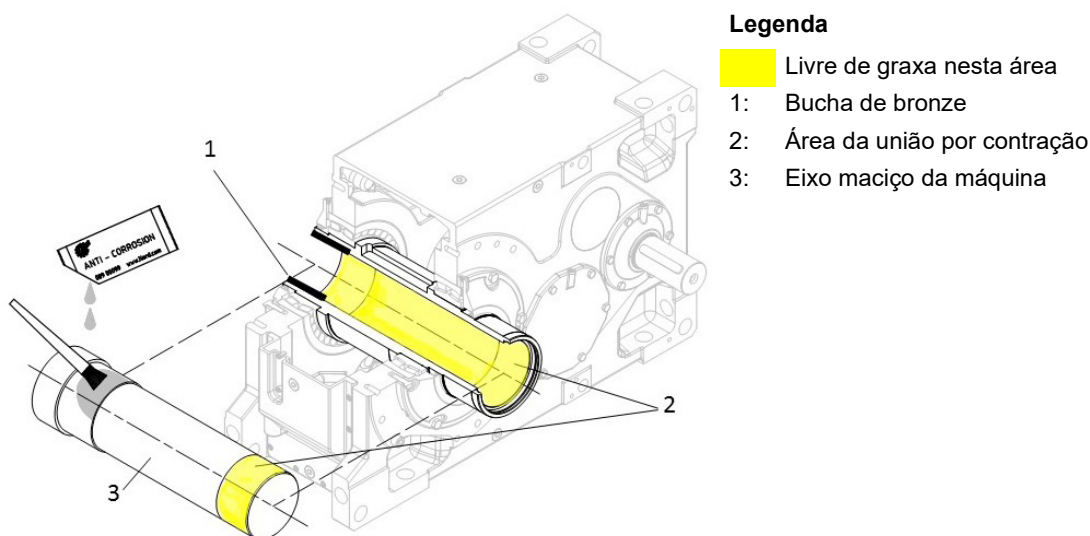

Figura 14: Montagem do eixo maciço da máquina com eixos ocios especiais com disco de contração
4. Em caso de eixo oco especial com bucha de bronze, engraxe o eixo maciço da máquina na área que posteriormente terá contato com a luva no eixo oco (Figura 14). Não engraxe a bucha de bronze. O assento de fixação do disco de contração obrigatoriamente deve ser mantido livre de graxa.